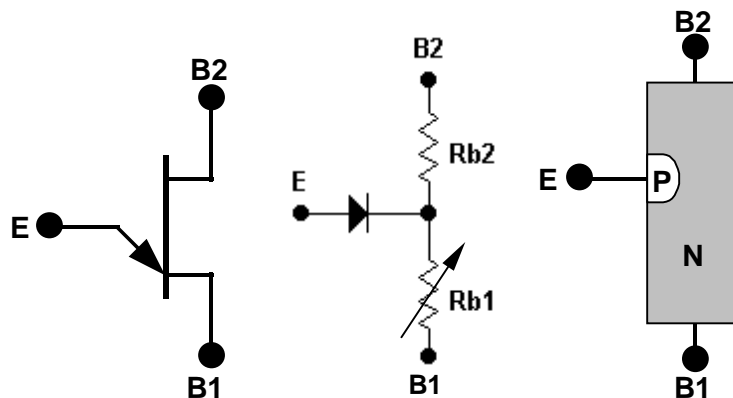

Figura 17.1 – Simbologia, diagrama equivalente e estrutura interna do TUJ
O Transistor Unijunção (*Unijunction Transistor*), fabricado desde 1948, apresenta três terminais: Emissor (E), Base 1 (B_1) e Base 2 (B_2). A figura 17.1 apresenta o símbolo, o diagrama equivalente e a estrutura interna do transistor unijunção.